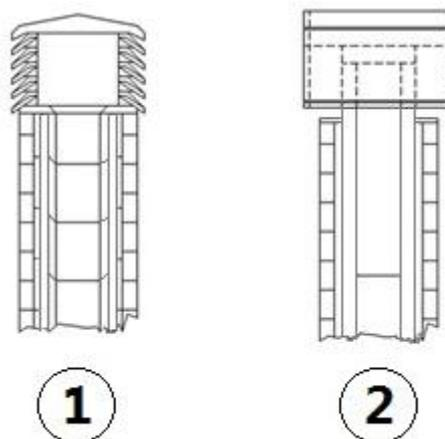

Fig 4 - Comignoli antivento
- Si consiglia un comignolo di tipo antivento, vedi **Fig 4 a pag. 7**.
- Canna fumaria esterna realizzata esclusivamente con tubi inox isolati cioè con doppia parete minimo  $\varnothing 120$  mm: il tutto ben ancorato al muro. Con comignolo antivento (vedi **Fig 4 a pag. 7**).